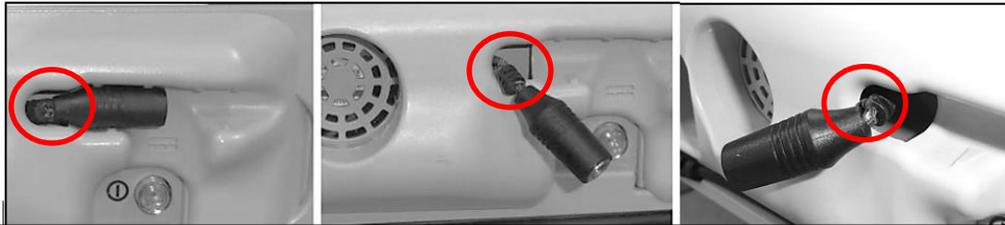

Figura 2 Esempi di danno alla spina del connettore
- a. Esaminare la spina del connettore di alimentazione sulla parte posteriore del PES per escludere che sia danneggiata. Vedere gli esempi di cavi/fili sfilacciati o danneggiati nella Figura 2.